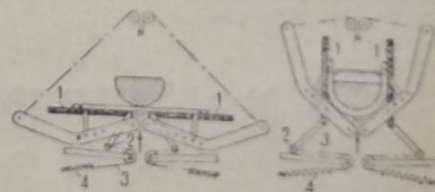

Рис. 3
На рис. 3 показана схема новейшего гнута́рного станка, конструкторы которого поставили себе задачей сочетать все преимущества, имеющиеся в описанных выше двух типах, избегая при этом все их недостатки. Как видно из рисунка, загиб производится плитами (1) (подобно станкам второго типа), но эти плиты имеют винную ролики (2), тросы (3) и пружины (4), препятствующие отходу плит от стальной ленты и обеспечивающие нужный нажим. В плитах имеются выемки для шин, что не дает им возможности смещаться и делает излишними отверстия.